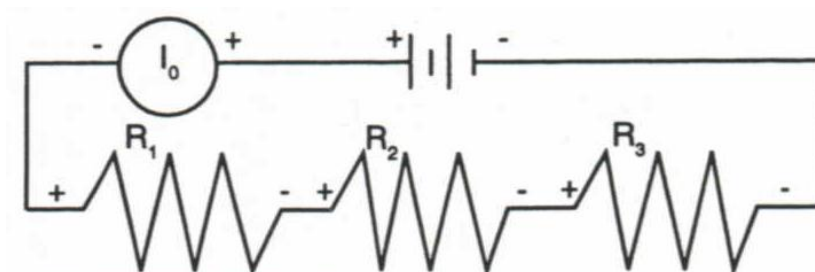

Figura 25: Medida de la corriente en un circuito en serie.
1. Seleccione la función del multímetro para medir corriente. Utilice el rango de 200 mA. Tenga presente la polaridad de las conexiones. Para medir la corriente, el circuito debe ser interrumpido, conectando el multímetro en serie para que la corriente fluya a través del él, como muestra la figura 25. Anote los resultados. ¿Qué observas?